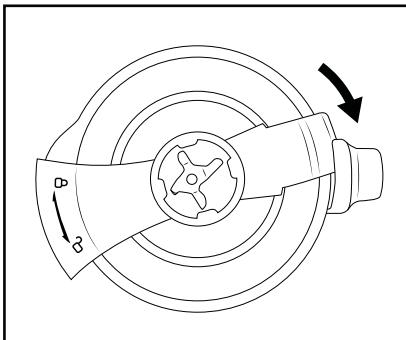

Abb. 3
- Drehen Sie die Deckelverriegelung ⑭ um 90° im Uhrzeigersinn (Richtung ❶) zu. Dabei schiebt sich die Deckelverriegelung ⑭ auf der einen Seite über die Ausgießnase und auf der anderen Seite in den Griff des Mixers ⑯.(Abb. 3).